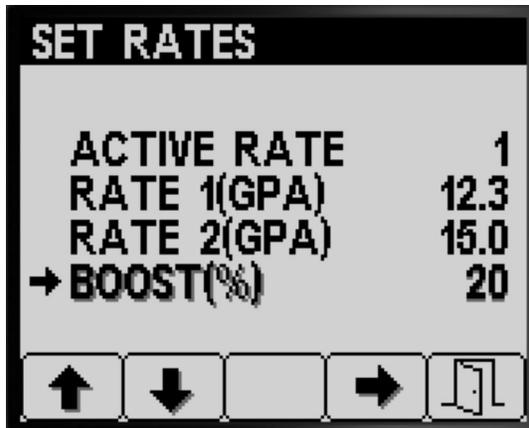

图 8
1. 按 1 号或 2 号按钮可导航至喷洒率增强百分比选项图 8。